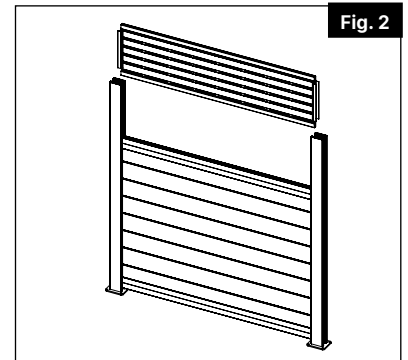

Fig. 2
- 3.** Inserte el ensamblaje DSP en los postes y en la parte superior del riel central (Fig. 2).